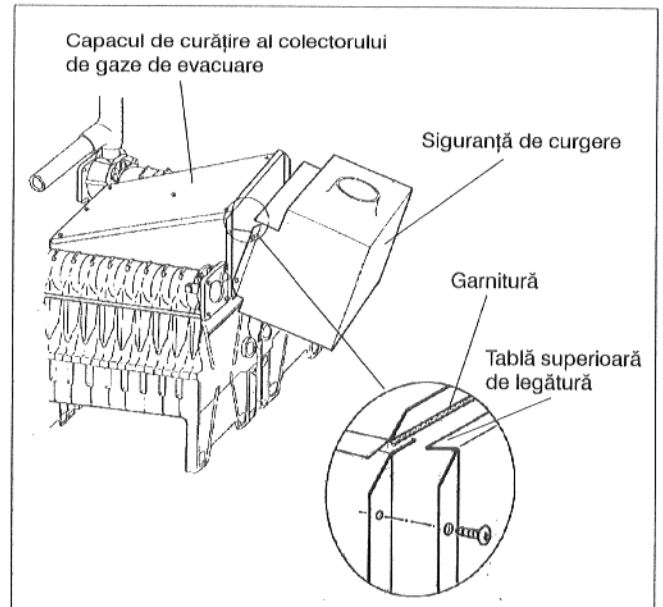

Fig. 7: Prezentarea cazanului fără manta și izolația termică
- Siguranța de curgere se va fixa de pereții laterali ai colectorului de gaze de evacuare cu cele 4 șuruburi scurte. La montaj se va da atenție ca tabla superioară a siguranței de scurgere să se afle între capacul de curățire al colectorului de gaze și pereții laterali, respectiv pereții despărțitori (Fig. 7).